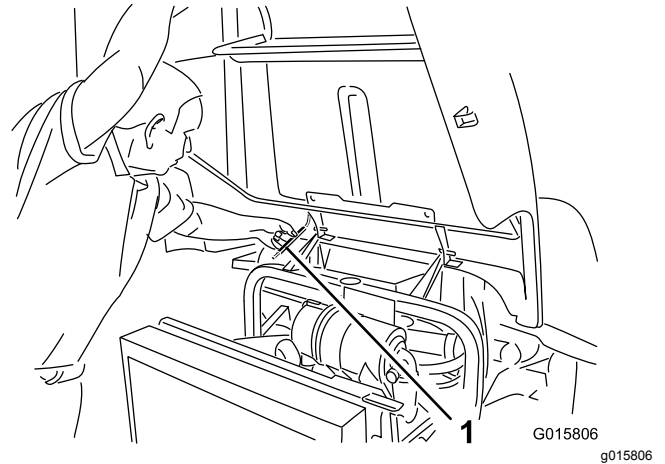

Figura 28
2. Levante el capó hasta que pueda colocar la varilla de sujeción detrás del tubo del bastidor (Figura 28).